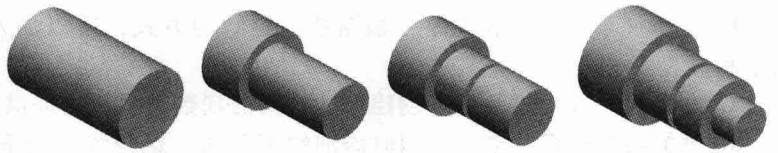

图 1-8 制造法
3. 制造法 制造法是通过模拟零件加工时的方法来建模的，如图 1-8 所示。例如，当阶梯轴在车床上旋转，在设计上可以考虑从一个棒料开始建模，并通过一系列的切割来去除不需要的材料。